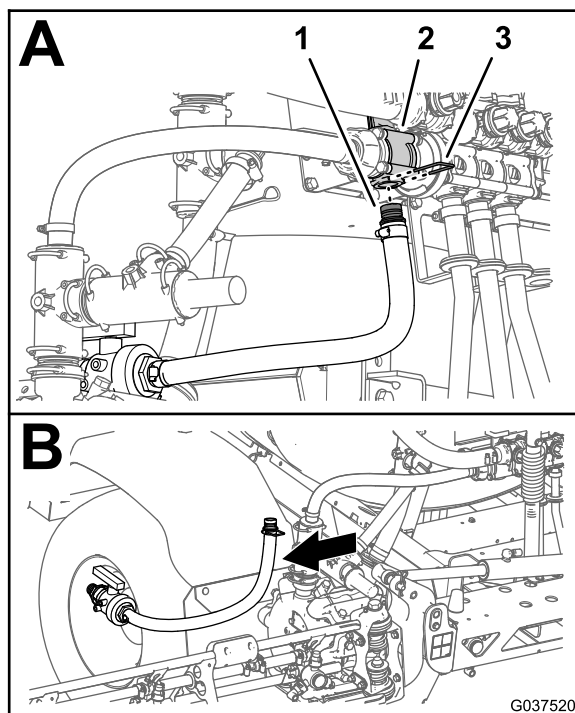

Figura 35
3. Rimuovete il fermo che fissa il raccordo diritto dentellato del flessibile di alimentazione dell'agitatore alla valvola dell'agitatore (Figura 35).
4. Rimuovete la valvola a sfera e il flessibile di alimentazione dell'agitatore dalla macchina (Figura 35).